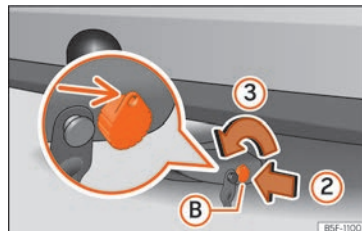

Abb. 272 Schloss entriegeln
- Stecken Sie den Schlüssel **B** in Pfeilrichtung **2** in das Schloss » » » **Abb. 272**.